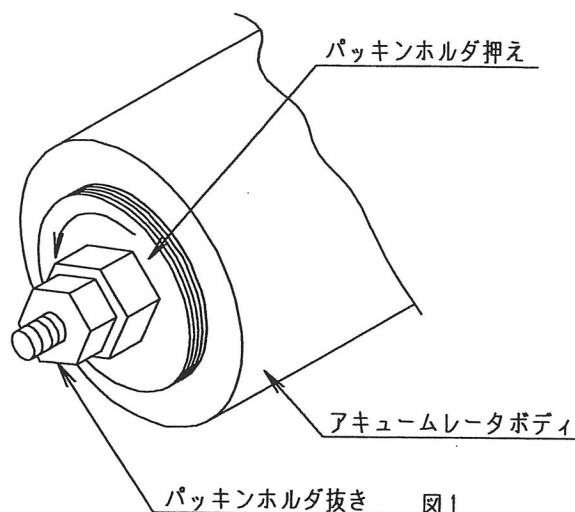

図1
① ポンプを停止し超高圧回路の圧力が抜けていることを確認後、アクュームレータに接続している超高圧配管を取外します。
② パッキンホルダ押えに呼び65のスパナ（または呼び70のスパナにスパナプレートを入れる）を掛けてパッキンホルダ押えを1回転程度緩めます。もしもパッキンホルダ押えが回らない場合は、打撃メガネスパナとハンマーを用い緩めてください。その後、パッキンホルダ抜きをパッキンホルダにねじ込み、再びパッキンホルダ押えにスパナを掛けパッキンホルダと共にパッキンホルダ押えを外します。(図1)